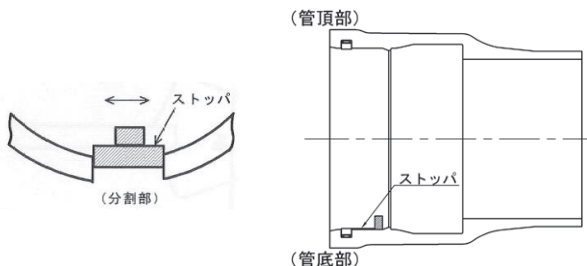
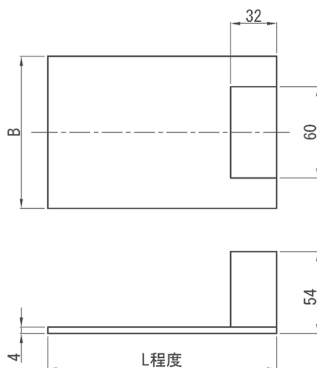

図 14 ストッパのセット
図 15 ストップアの形状例
- (6) 全ての呼び径において図 14 に示すように、拡大したロックリングの分割部にストッパをセットする。図 15 および表 7 にストッパの形状および概略寸法を示す。管の寸法によりロックリングの開口部に幅があるので、標準 B 寸法よりも 5 mm 大きいもの (+ 5 mm) と 5 mm 小さいもの (- 5 mm) を用意したほうがよい。